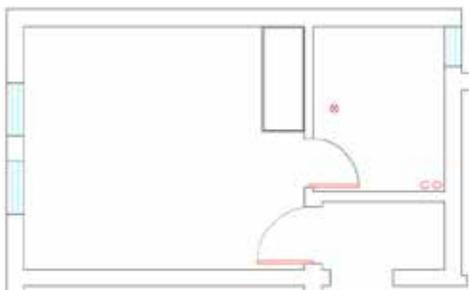

图 2-9
STEP 09 执行“矩形”命令,绘制长度为 600mm、宽度为 1500mm 的矩形柜体,执行“偏移”命令,将矩形向内偏移 20mm,如图 2-9 所示。